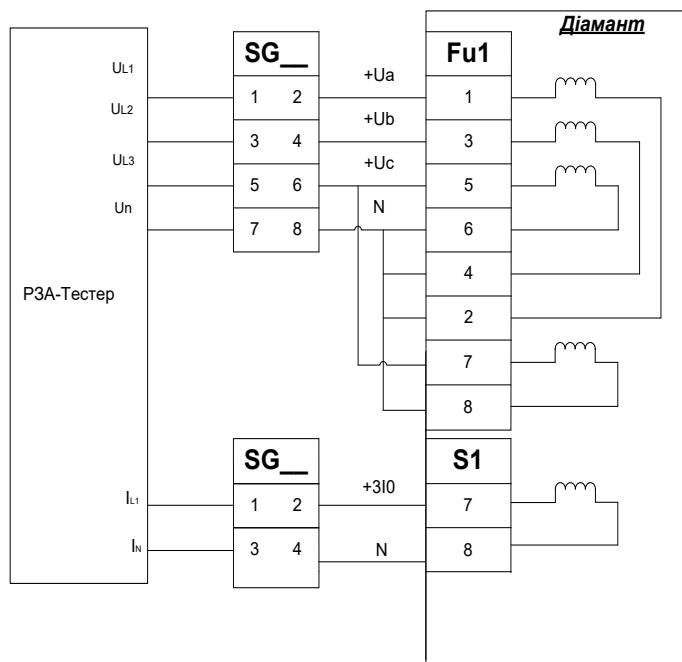

Рис. 7.2 – Подключение аналоговых входов к Діамант
- собрать схему в соответствии с Рис.7.2.